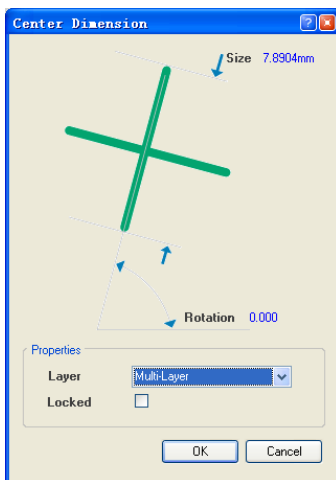

图 7.72 “Center Dimension”对话框
- (1) 单击“Utilities”工具栏中的尺寸工具按钮，在弹出的工具栏中选择中心标注工具按钮，或者选择“Place”->“Dimension”->“Center”命令。
- (2) 单击“Tab”键，打开如图 7.72 所示的“Center Dimension”对话框。
如图 7.72 所示的“Center Dimension”对话框用于设置中心标注的属性，其中“Rotation”编辑框用于设置中心标注的旋转角度。“Size”编辑框用于设置中心标注的大小。“Layer”编辑框用于设置中心标注所在的 PCB 板层。“Locked”复选框用于设置锁定中心标注。